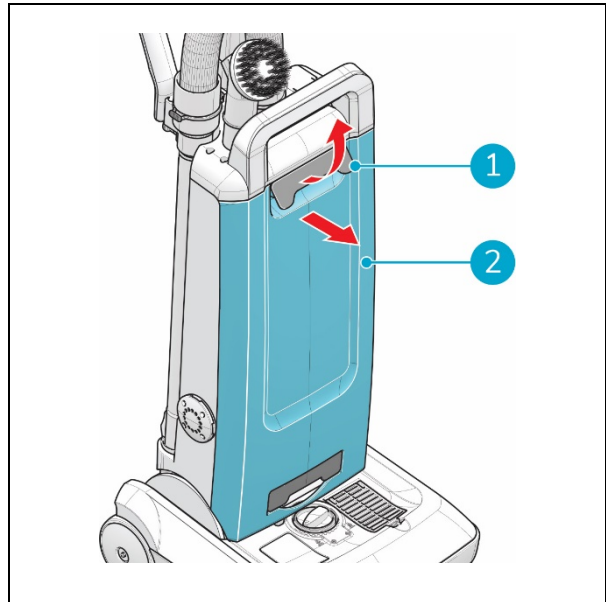

Figura 21
1. Tira del asa de liberación de la cubierta delantera (Figura 21, pos. 1) y extrae la cubierta frontal (Figura 21, pos. 2).